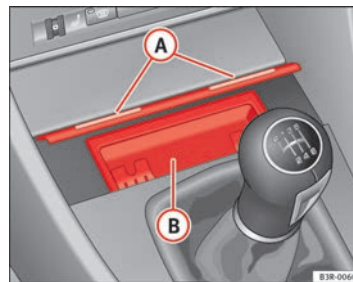

Abb. 131 Mittelkonsole: Geöffneter Aschenbecher ▶
- Tippen Sie den Aschenbecher an der Frontleiste **(A)** ⇒ Abb. 131 an.
- Fassen Sie den Aschereinsatz **(B)** ⇒ Abb. 131 an den seitlichen Griffmulden an und ziehen Sie ihn nach oben heraus.